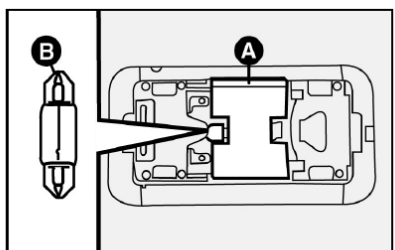

fig. 62
2) retirar o refletor **A-fig. 62** fazendo-o deslizar para trás;
3) substituir a lâmpada cilíndrica **B-fig. 62**.